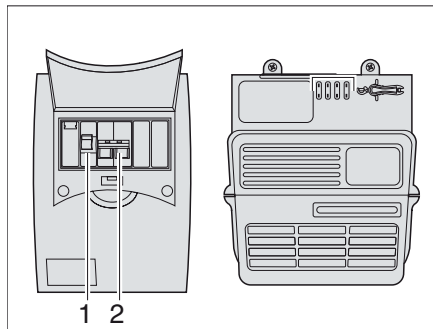

Fig. 100 Coffret de fusibles 230 V
Le fusible principal (Fig. 100,2) protège le courant d'entrée 230 V avec max. 10 A. En outre, un disjoncteur différentiel (Fig. 100,1) se trouve dans le coffret de fusibles.
- Activer et désactiver brièvement le disjoncteur de protection de circuit 230 V (voir Fig. 100) et l'interrupteur principal de la batterie (voir Fig. 94) pour interrompre le flux de courant.